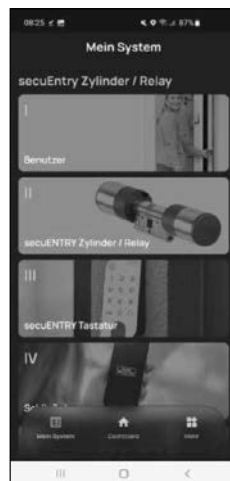

Fig. 8
- ⑤ Vous pouvez quitter à présent le menu (*I - Utilisateurs*). Revenez au menu « *Mon système* » (Fig. 8).